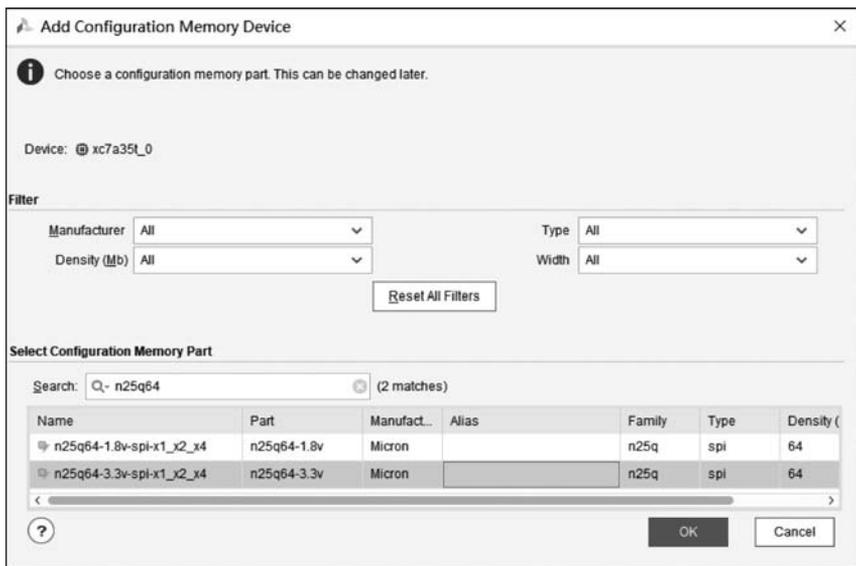

图 3.31 选择 Flash 芯片型号
(4) 在 Add Configuration Memory Device 对话框(如图 3.31 所示)的搜索框中输入 n25q64, 选择 n25q64-3.3v(根据所用的目标板, 选择相应的 Flash 芯片型号), 单击 OK 按钮。